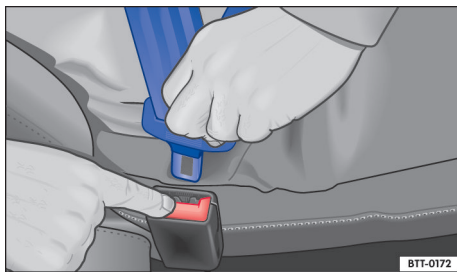

Fig. 35 Soltar a lingueta do cinto de segurança do fecho do cinto de segurança.
- Pressionar o botão vermelho no fecho do cinto de segurança → Fig. 35. A lingueta do cinto de segurança salta para fora.